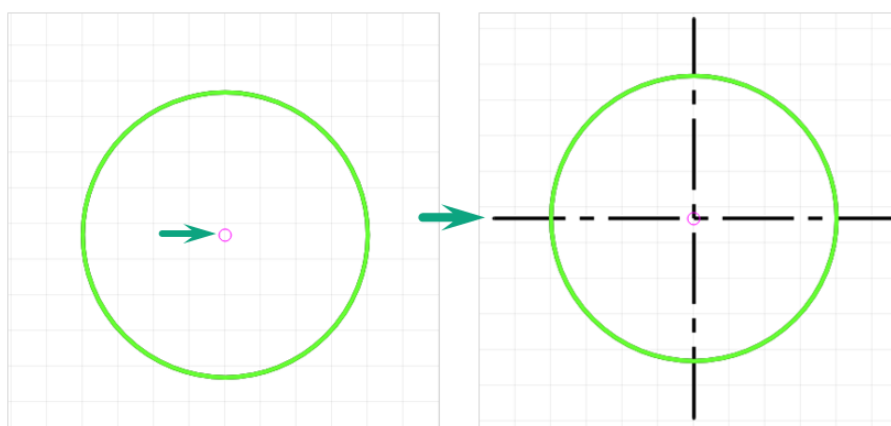

Рис. 436 Указание центра окружности
- на центр окружности, дуги или скругленного угла, для отображения центра необходимо предварительно включить объектную привязку «Центр», см. Рис. 436.